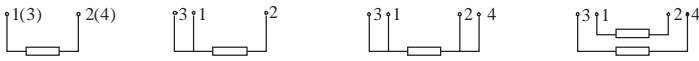
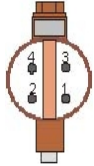

Рисунок 1 – Схемы внутренних соединений ТС с ЧЭ
Рисунок 2 – Расположение клемм в контактной колодке
6.2. Произведите подключение ТС к вторичному преобразователю с учетом схемы подключения ЧЭ (см. рис. 1, рис. 2). При монтаже внешних связей необходимо обеспечить надежный контакт проводников для подключения ТС.